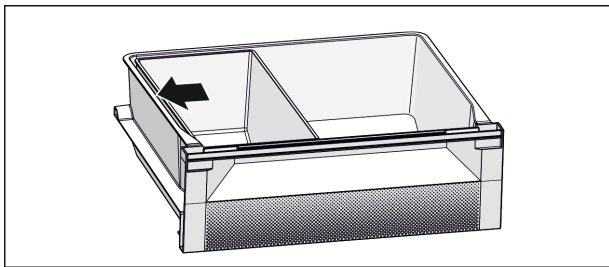

Fig. 7
- Për një funksion optimal të ftohjes: Poziciononi koshin Fish & Seafood siç tregohet në figurë (shihni Fig. 7).